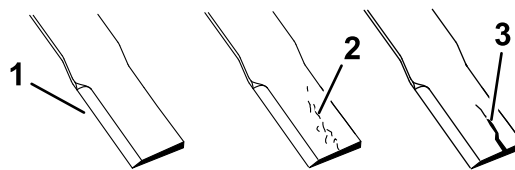

Рисунок 36
1. Осмотрите режущие кромки (Рисунок 36).
4. В случае обнаружения любых трещин или признаков износа незамедлительно установите новый нож (Рисунок 36).